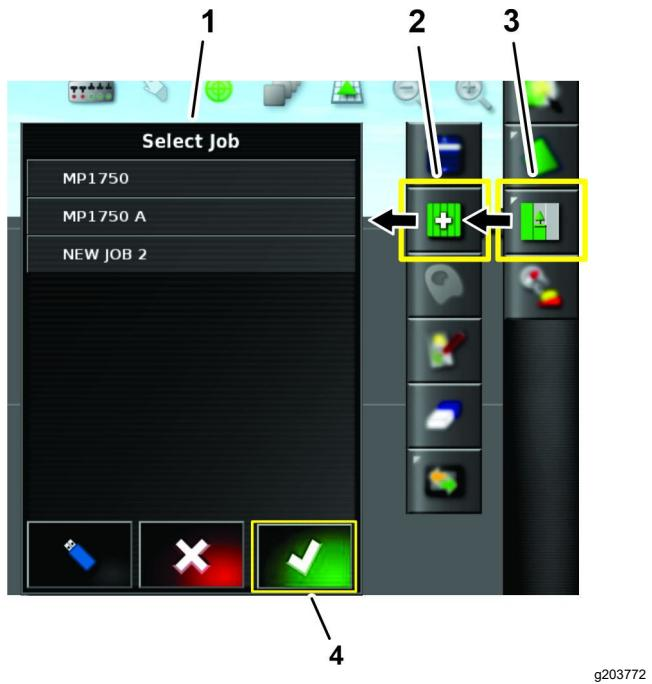

Figure 161
7. Appuyez sur l'icône MENU DES TÂCHES (Figure 161).
8. Appuyez sur l'icône CHOISIR UNE TÂCHE, sélectionnez une icône de tâche dans la liste Choisir une tâche et appuyez sur l'icône de confirmation (Figure 161).